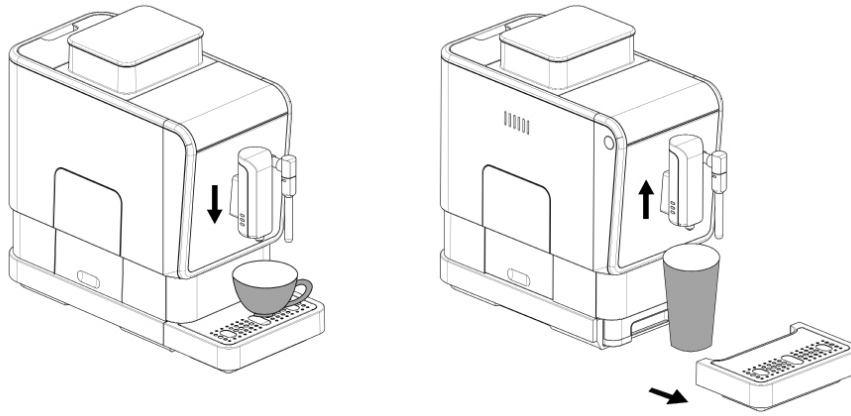

Fig.2
**Abra y retire la Puerta de servicio (16) (Ver Fig 2 y 3)**